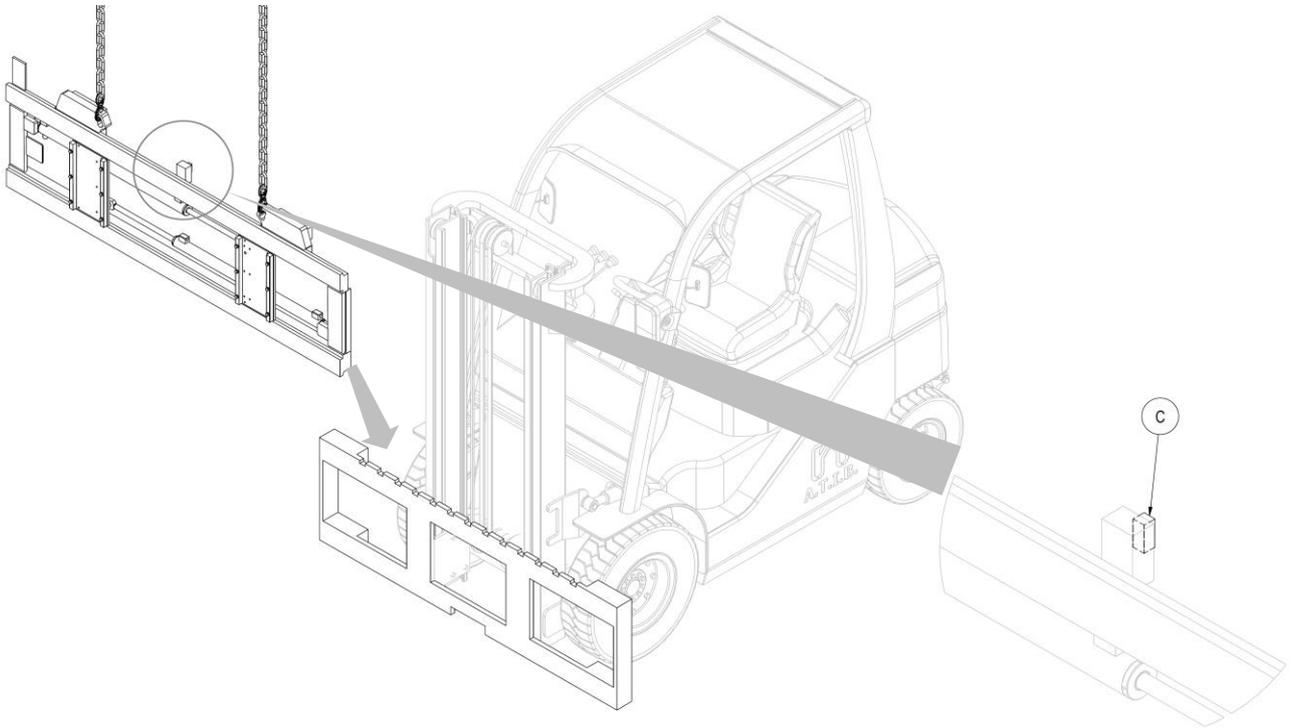

Figure 4
6. Accrocher l'équipement aux points de préhension supérieurs et, à l'aide d'un pont roulant ou d'un palan d'une portée suffisante, le placer sur la plaque porte-fourche, en prenant soin d'engager la dent de centrage **C** dans l'encoche centrale de la plaque (voir *Figure 4*).